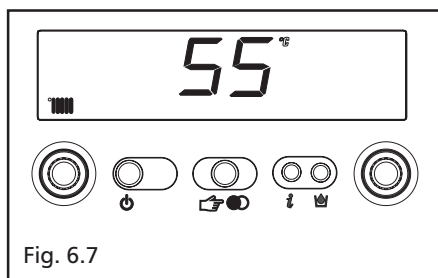

Fig. 6.7
**Info 3** visualizza la temperatura riscaldamento settata (fig. 6.7)